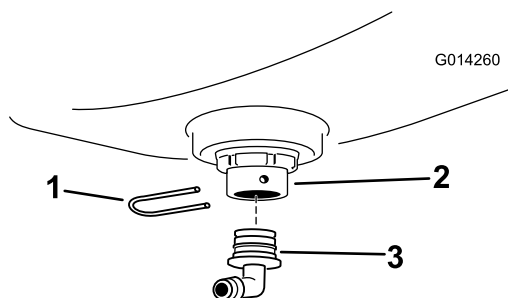

Рисунок 5
- Установите прямоугольный штуцер на переходной штуцер и зафиксируйте его с помощью крепежной вилки (Рисунок 5).